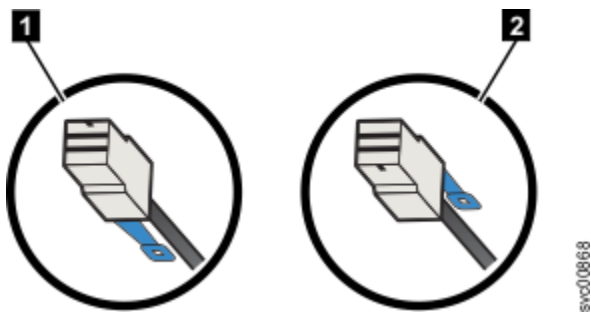

图 42. SAS 电缆接口方向
- 在连接扩展机柜时，蓝色拉动卡口必须在电缆下方（第 35 页的图 42 中的 **1**）。
- 在连接 2145-SV1 时，蓝色拉动卡口必须在接口上方（第 35 页的图 42 中的 **2**）。